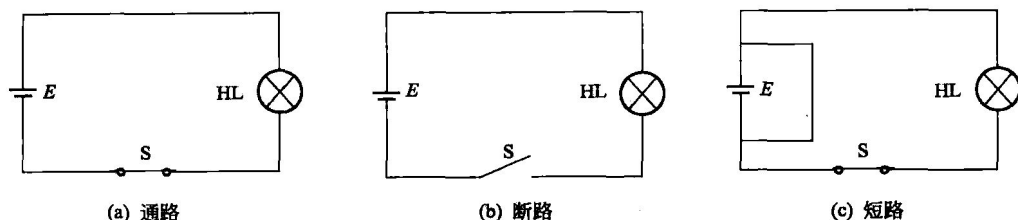

图 1-3 电路的三种基本工作状态
(1) 通路 通路就是电路中的开关闭合,电流从电源流出经负载等各部分电器连接成闭合回路,并且负载能够工作的一种状态,如图 1-3(a) 所示。通路状态下,根据负载的与电源提供电能的关系又分为满载、轻载、过载三种情况。在实际电路中,由于轻载会造成浪费,过载很容易损坏电器,一般情况下不允许出现,所以我们希望电路尽量工作在满载状态下。
(2) 断路 断路就是因为开关断开或电路中某一部分断线,而使整个电路未能接成闭合回路。断路时,电路中没有电流通过,所以负载也不能工作。如图 1-3(b) 所示。在实际电路中,除了开关和导线的断开之外,设备与设备之间、设备与导线之间的接触不良也会造成断路。
(3) 短路 短路就是将电源或负载两端直接连接起来,使电源两端未经过负载而直接由
导电物体构成通路。如图 1-3(c) 中干电池的正、负极直接用导线连接起来。短路时电路中的电流远远大于正常电流, 容易导致设备过热而烧毁, 所以, 应进尽量避免短路的发生。但在调试电子电路的时候, 有时为了使其他与调试部分无关的电路中没有电流通过, 会人为地将某一部分电路短接。